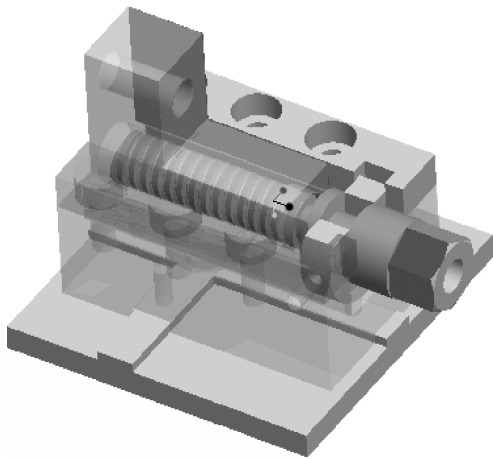

图 9-101 夹金卡爪装配图
(3) 利用“\习题\第9章\xiti9-2-3”目录中的文件完成夹金卡爪装配图, 如图9-101所示。